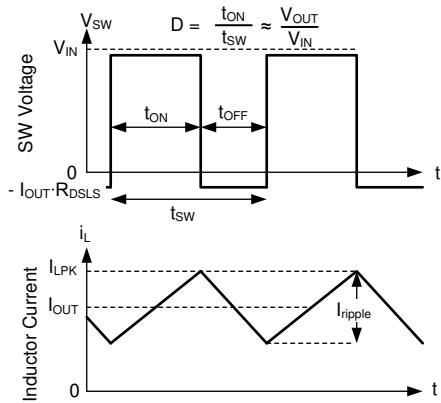

図 7-14. 連続モード (CCM) における SW 電圧とインダクタ電流の波形
LMR36506 の以下の動作の説明は、セクション 7.2 と 図 7-14 の波形を参照しています。CCM では、LMR36506 は、内蔵ハイサイド (HS) およびローサイド (LS) スイッチを各種デューティサイクル (D) でオンにすることで、出力電圧のレギュレーションを実現します。HS スイッチのオン時間の間、SW ピンの電圧 (V_{SW}) は V_{IN} の付近までスイングし、インダクタ電流 (i_L) は線形的な傾きで増加します。HS スイッチは、制御ロジックによってオフにされます。HS スイッチのオフ時間 (t_{OFF}) の間、LS スイッチはオンにされます。インダクタ電流は LS スイッチを通して放電され、LS スイッチの両端の電圧低下によって V_{SW} をグランドの下まで強制的にスイングさせます。一定の出力電圧を維持するため、コンバータ ループはデューティサイクルを調整します。D は、HS スイッチのオン時間をスイッチング周期で割った値として次のように定義されます。